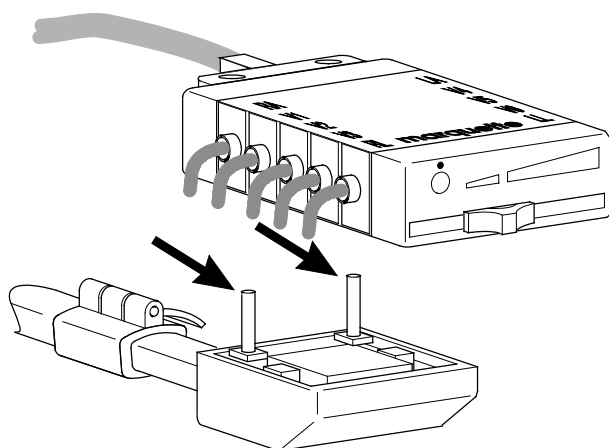

Figure 3-4. Emboîtement du distributeur d'électrode
- \* Fixez le distributeur d'électrodes sur les goujons du support (figure 3-4).